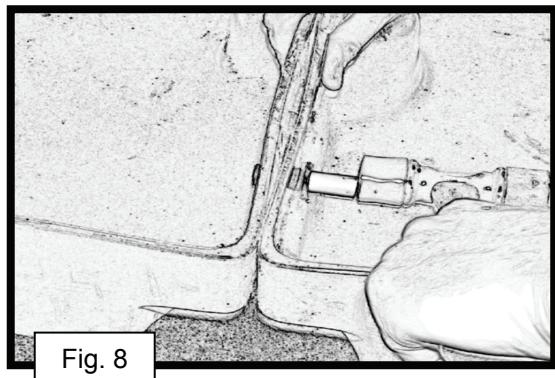

Fig. 8
- 7) Brug den ene hånd til fastholde opsamlingskarrene, så de ikke flytter sig, og bank på teflonrøret, indtil det går gennem den anden gennemføring på det andet opsamlingskar (se fig. 8). **BEMÆRK:** Se pkt. 5, hvis du kan mærke modstand.
- 7) Bruk én hånd til å forhindre at oppsamlingssentrene ikke beveger seg, og bank på Teflon-røret til det er gjennom den andre tetningen på det andre oppsamlingssenteret (se fig. 8). **MERK: Hvis du møter motstand, se instruksjon nr. 5 for referanse.**